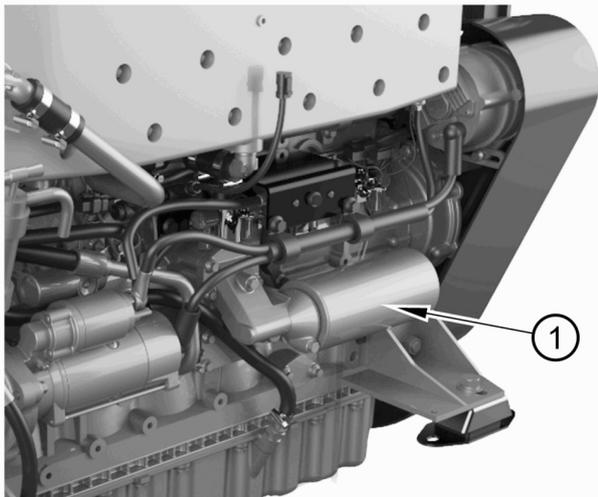
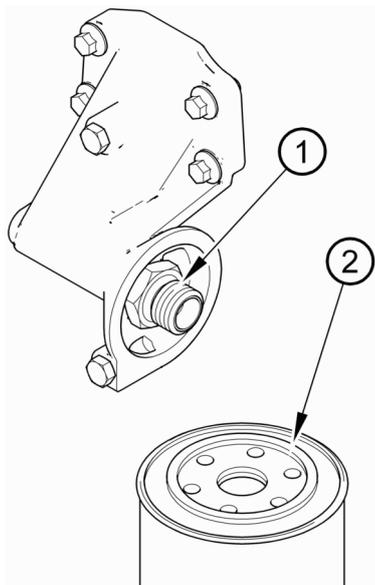

Abbildung 21
Abbildung 22
2. Entfernen Sie das Ölfiltergehäuse (Abbildung 21 Nummer 1) mit einem Bandschlüssel oder einem ähnlichen Werkzeug. Stellen Sie sicher, dass der Anschlussnippel (Abbildung 22 Nummer 1) fest am Filterkopf befestigt ist. Entsorgen Sie dann das Ölfiltergehäuse.
4. Schmieren Sie den oberen Teil der neuen Gehäusedichtung (Abbildung 22 Nummer 2) mit sauberem Motorschmieröl.